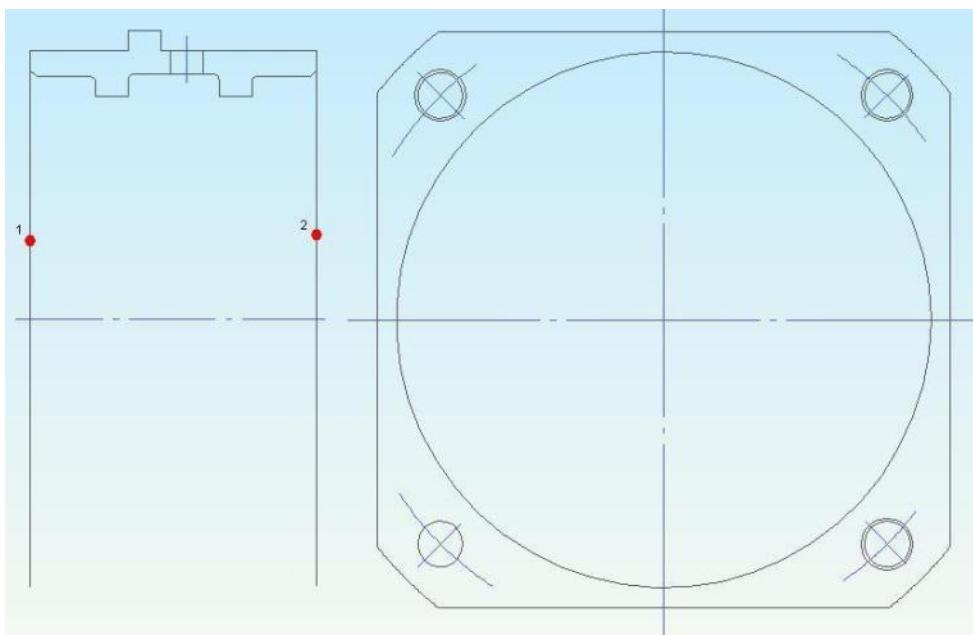

Рисунок 2. Вид чертежа после удаления элементов
3. Нажмите кнопку  «Удаление части элемента» на панели «Редактирование 2D» и удалите линии 1 и 2 (рис. 2).